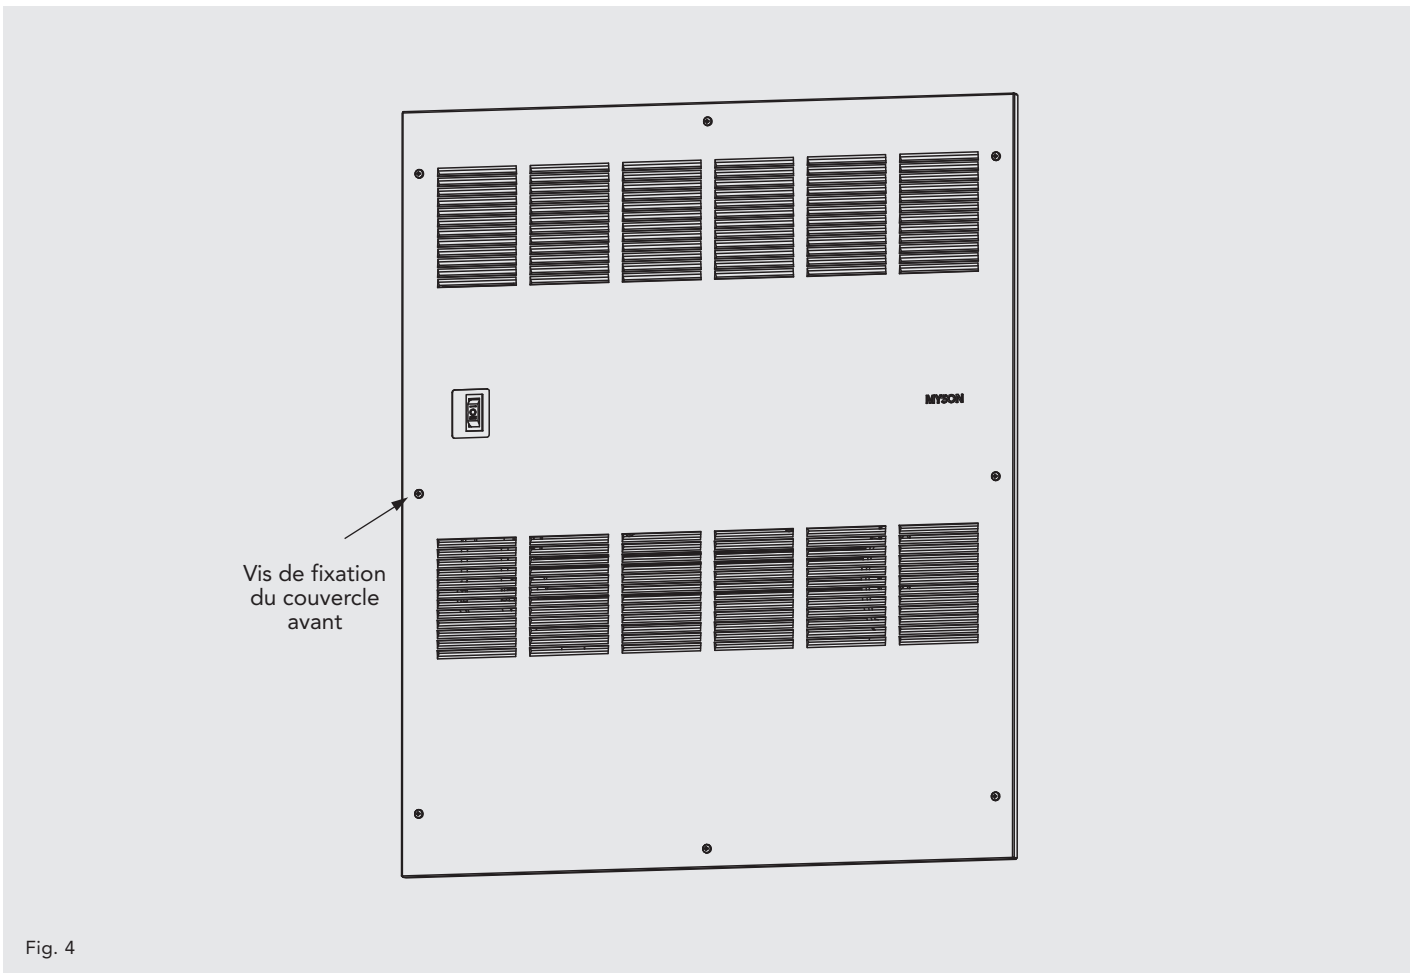

Fig. 4
- Une fois que le fonctionnement de l'appareil a été testé, aligner et fixer le couvercle avant (huit vis), voir Fig. 4.